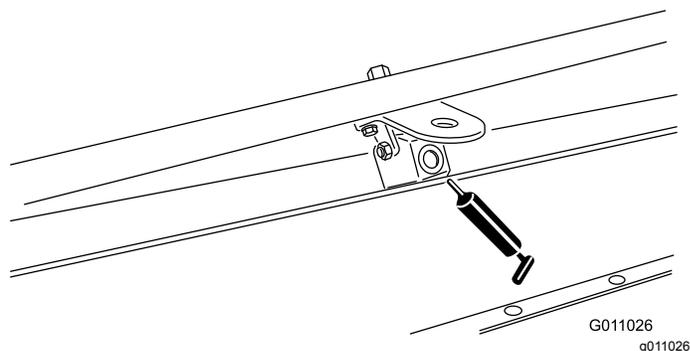

Рисунок 34
- Ось поворота щетки (2 шт.) (Рисунок 34).